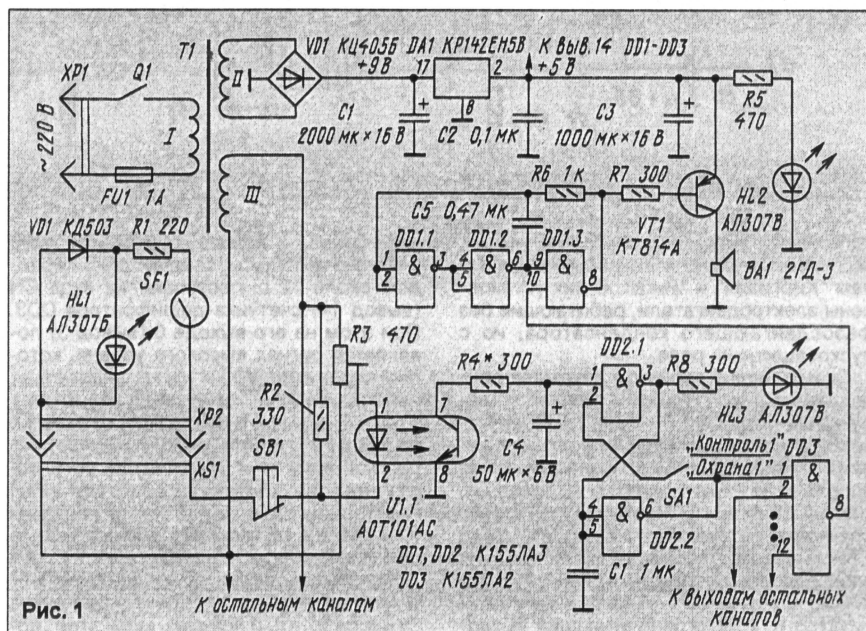

Рис. 1
Схема такого варианта автомата приведена на рис. 1. Работает автомат следующим образом. При повороте по часовой стрелке ручки запуска реле времени (PB) на выбранное время переменное напряжение сети подается на диодный мост VD12—VD15. Выпрямленное им напряжение необходимо для работы реле K1 и K2, коммутирующих цепи питания электродвигателя M1. Источником питания микросхем DD1—DD3 служит стабилизатор R7VD9, ограничивающий выход-
Принципиальная схема МОС приведена на рис. 1. Число каналов в ней определяется количеством датчиков, в предлагаемом варианте возможно использование до восьми каналов. Однако ее не сложно расширить. О том, как это сделать, рассказано в конце статьи.
МОС состоит из узла питания, тревоги и восьми узлов каналов охраны. Последние включают в себя датчики, вынесенные на охраняемые объекты, и устройства регистрации, находящиеся на центральном посту вместе с узлом питания и тревоги. С устройствами регистрации датчики соединены с помощью двупроводных линий связи. Все узлы каналов идентичны, поэтому на рис. 1 приведена схема только одного из них.
Примечание редакции. Для предотвращения сбоев в работе МОС желательно выводы 1 элементов DD2.1 (см. рис. 1) соединить с плюсовым проводом питания через резистор сопротивлением 22...33 кОм.